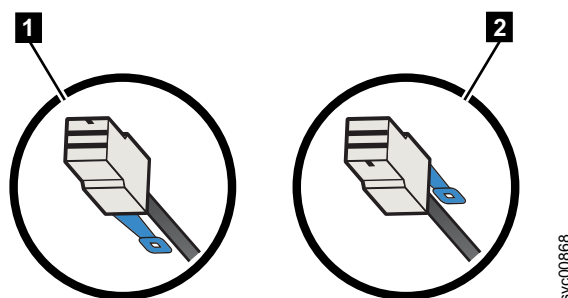

Figure 134. Orientation du connecteur du câble SAS
- Pour les boîtiers d'extension 2145-24F ou 2145-12F, la languette de retrait bleue doit se trouver sous le câble (**1** sur la figure 134).
- Pour les noeuds 2145-SV1 ou 2145-DH8 et les boîtiers 2145-92F, la languette de retrait bleue doit se trouver au-dessus du connecteur (**2** sur la figure 134).